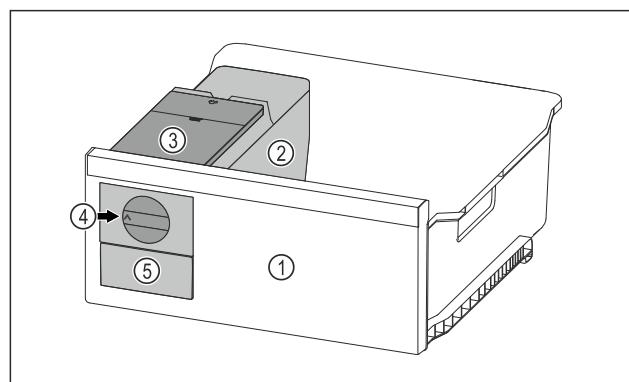

Fig. 28 Príklad zobrazenia
- Otočný gombík Fig. 28 (4) otočte v smere hodinových ručičiek až na doraz.
- Kocky ľadu vypadávajú z misky na kocky ľadu do zásuvky na kocky ľadu Fig. 28 (5).